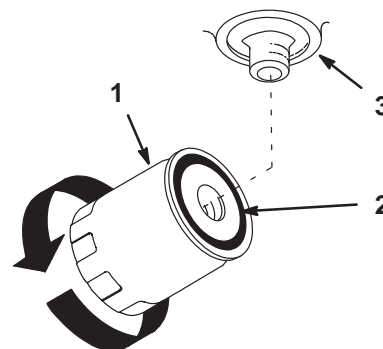

Figure 53
5. Appliquez une fine couche de liquide hydraulique sur le joint en caoutchouc du filtre de rechange (Fig. 53).
8. Quand le liquide déborde, tournez le filtre dans le sens horaire jusqu'à ce que le joint en caoutchouc rejoigne l'adaptateur, puis donnez un demi-tour supplémentaire (Fig. 53).